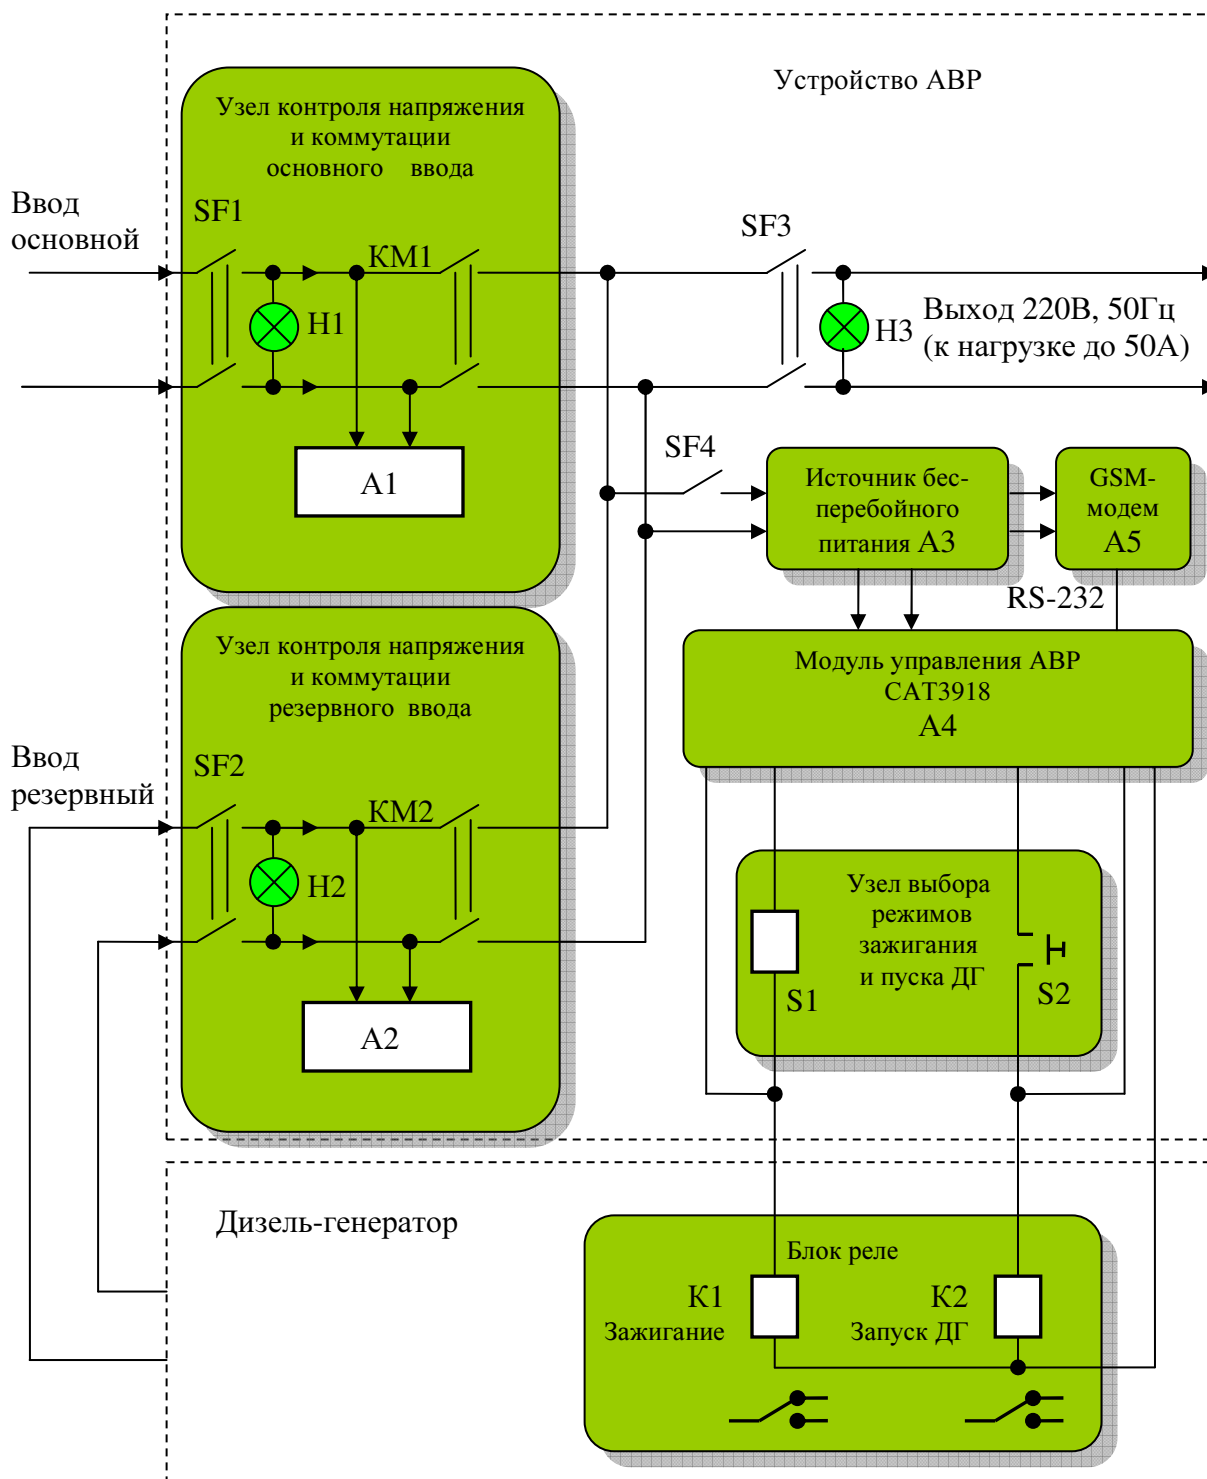

Рисунок 3 - Структурная схема устройства АВР.
- 1) При включённом выключателе SF1 (см. рисунок 3) реле контроля А1 анализирует параметры сети питания на основном вводе. Если эти параметры в норме, то через установленное на реле время задержки $t_{\text{зад}}$ оно включает контактор КМ1 и нагрузка через выключатель SF3 подключается к основному вводу.
Устройство АВР состоит из следующих функциональных узлов (рисунок 3):